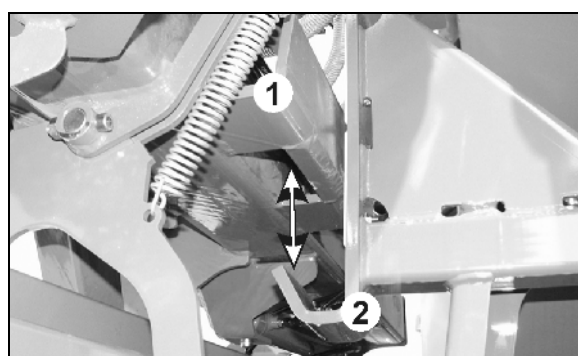

Fig. 108
- Klap udliggerne (Fig. 108/1) ind til transportlåsens glidere.
- Udliggerne (Fig. 108/1) sænker sig i transportlåsen (Fig. 108/2).